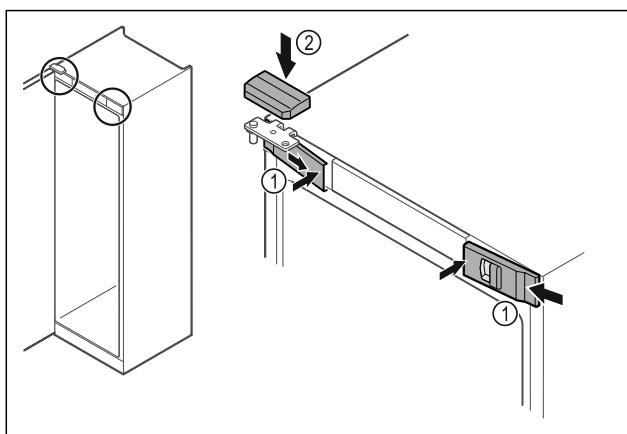

Fig. 50
- Aizkabinet sānos priekšējos pārsegus Fig. 50 (1) un iekšpusēnofiksējiet.
- Nofiksējiet augšējo pārsegū Fig. 50 (2) no augšpuses.